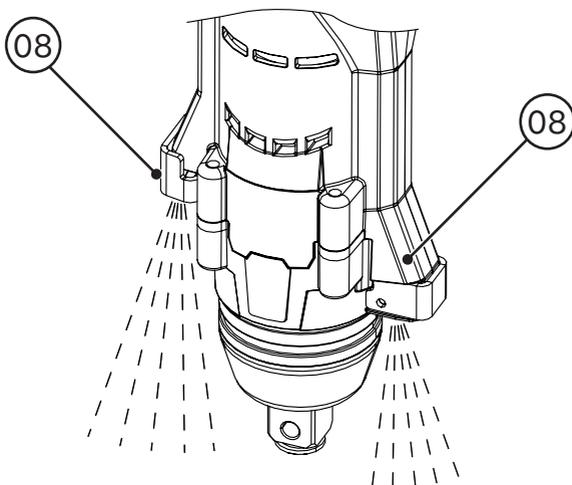

图. 17
6) LED 照明灯 (08) 会在按下“开始/停止”键 (图. 17) 时自动启用。